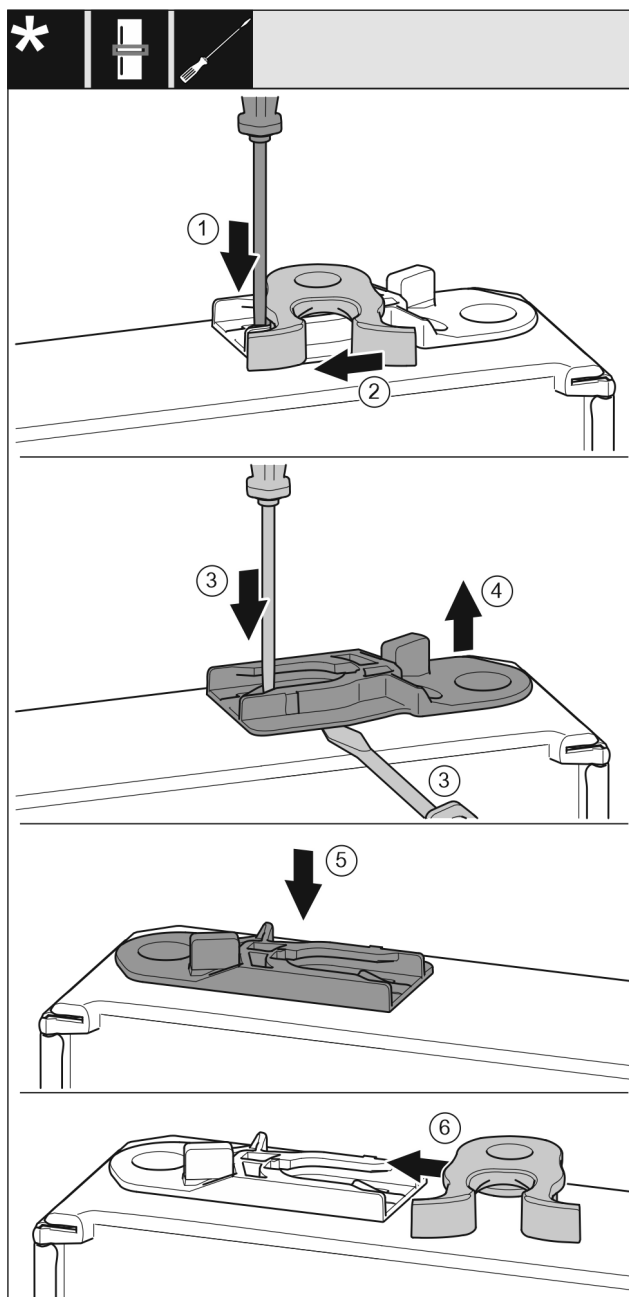

Fig. 52 \*
- ▶ 用带槽螺丝刀向下按住接片 Fig. 52 (1)。
- ▶ 将锁钩 Fig. 52 (2)从导向装置拉出。\*
- ▶ 拉出导向轴套 Fig. 52 (3, 4)：用带槽螺丝刀按住接片的同时将带槽螺丝刀移动到导向轴套下方。\*
- ▶ 将供货时附带的导向轴套 Fig. 52 (5)插入外壳的另一侧。\*
- ▶ 将锁钩 Fig. 52 (6)推入导向装置。\*